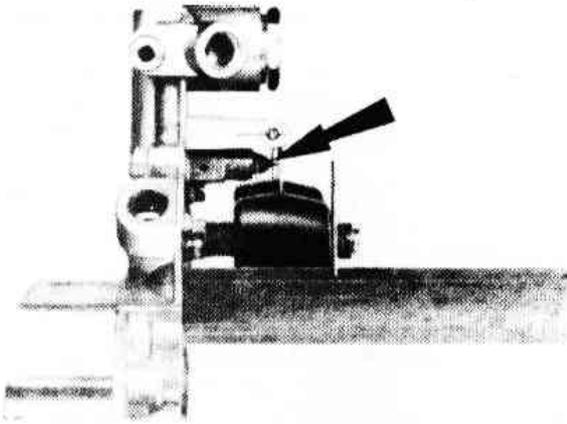

Рис. 3.62. Язычок для регулировки уровня топлива в поплавковой камере (Разд. 26)
20. Установите корпус игольчатого клапана, поплавок игольчатого клапана и игольчатый клапан в сборе на место в верхнюю половину корпуса карбюратора (Рис.3.62).
21. Регулировка уровня топлива в поплавковой камере: Установите верхнюю половину корпуса карбюратора в вертикальном положении так, чтобы игольчатый клапан был закрыт поплавком, после чего замерьте расстояние между торцом верхней половины карбюратора и основанием поплавка. Отрегулируйте до указанной в спецификации величины подгибом язычка (Рис. 3.62).